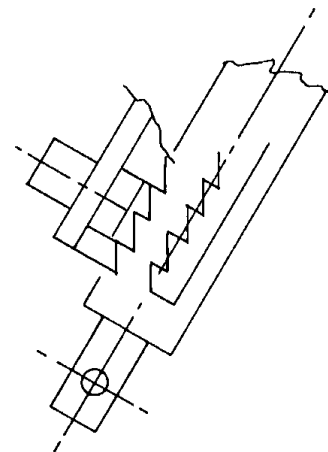

Fig. 25
- sollevare gli arpioni interponendo fra essi e i cilindri un distanziale tale da impedire l'inserimento dell'arpione stesso (vedi Fig.25);
- Lift the catches and place a spacer between catch and cylinder so the catch will not engage (see Fig.25).
- Die Klinken anheben und zwischen diese und die Zylinder ein solches Distanzstück einfügen, daß ein Einfügen der Klinken selbst verhindert wird (siehe Abb. 25);
- lever les rochets en interposant une entretoise entre ceux-ci et le vérin, de manière à empêcher l'insertion du rochet (voir Fig.25);
- Levantar los trinquetes interponiendo entre los mismos y los cilindros un distanciador en forma tal que no resulte posible la introducción del trinquete mismo (ver Fig.25).